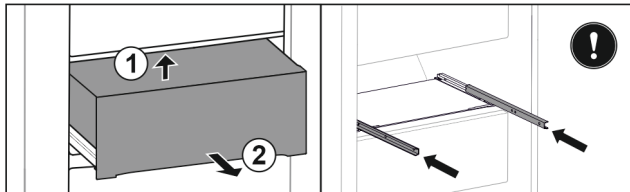

Fig. 148
- ▶ Schubfach von unten hinten anheben. Fig. 148 (1)
- ▶ Schubfach nach vorne entnehmen. Fig. 148 (2)